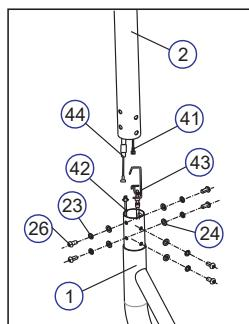

Abb. 5
3.2 Verbinden Sie das Sensorkabel 1(41) fest mit dem Sensorkabel 2(42). (siehe Abb.5)
3.3 Verwenden Sie den Schraubendreher (36), die Innensechskantschraube M8x20 (26), die Federscheibe $\Phi 8$ (23) und die Bogenscheibe $\Phi 8$ (24) und verbinden Sie die Mittelstange (2) mit dem Hauptrahmen (1). (siehe Abb.5)